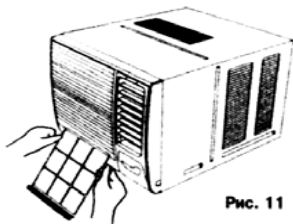

Рис. 11
1. держа фильтр лицевой стороной к себе, полностью вставьте его в блок по направляющим (рис.11, 12)